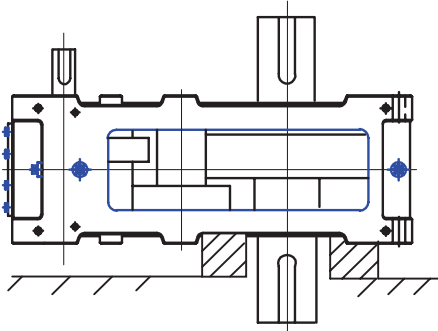

Fig. 1 – Posição da carcaça
- Posicione a carcaça verticalmente. (Consulte a Fig. 1)